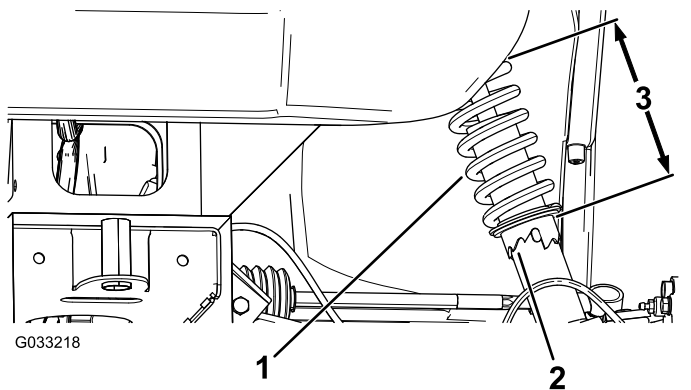

Figura 46
1. Usando la herramienta Toro (Pieza N° 132-5069), gire el collarín del amortiguador para variar la longitud del muelle (Figura 46).